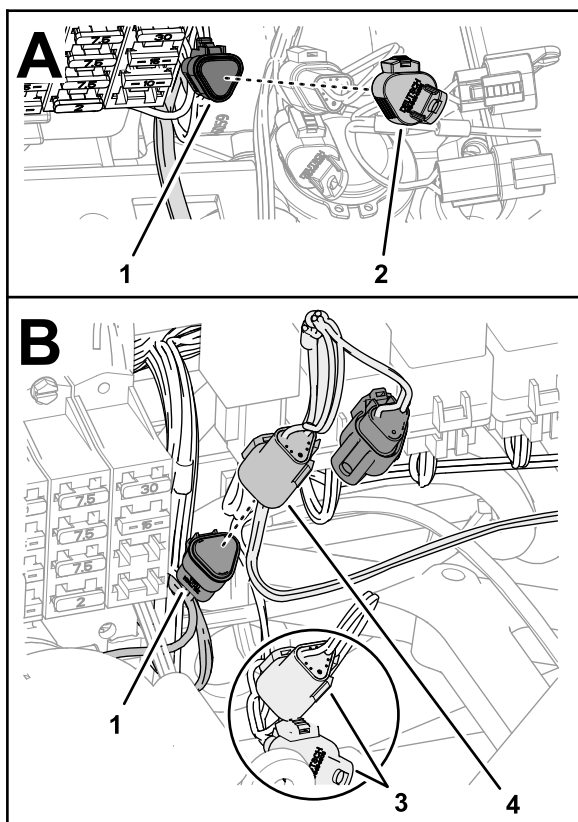

Рисунок 202
1. На блоке предохранителей снимите колпачок с 3-гнездового разъема жгута проводов машины с маркировкой CAN BUS DIAGNOSTICS (Диагностика шины CAN) (Рисунок 202).
2. Вставьте 3-штыревой разъем жгута проводов шины ISO-CAN с маркировкой To TORO CANBUS (К шине TORO CANBUS) в 3-гнездовой разъем жгута проводов машины с маркировкой CAN BUS DIAGNOSTICS (ДИАГНОСТИКА шины CAN) (Рисунок 202).